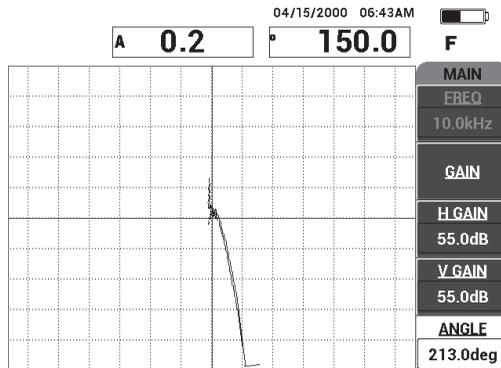

Figura 6-33 Ajuste del ángulo de señal de modo ascendente
- Pulse la tecla de menú MAIN (); después, seleccione el parámetro ANGLE (ángulo) [tecla de función E] y ajuste el ángulo de la señal para que los puntos de la señal provenientes de la pérdida de adherencia asciendan a 90°. Ver la Figura 6-33 en la página 160.